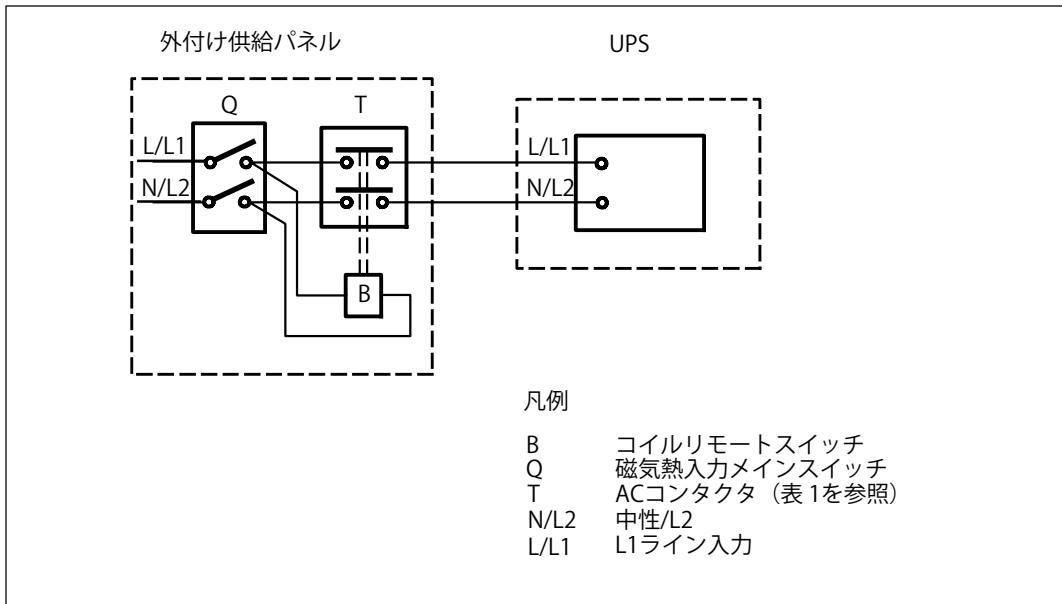

図 21. 一般的な外付け絶縁装置の取り付け
**⚠ 注意：** UPSに電流負帰還に対する自動保護装置がない場合、外付けの絶縁装置を取り付けることを推奨します(図 21参照)。装置を取り付けた後、以下の注意事項が記載された警告ラベル等を、外付けのACコンタクトに貼り付けなければいけません：電圧 負帰還の恐れがあります。この回路で操作する前に、UPSを絶縁し、すべての端子間における危険な電圧を確認してください。